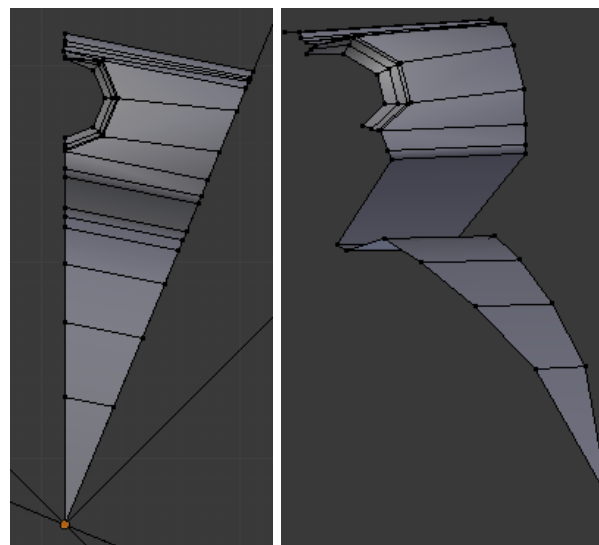

Figura 5.159
17. Reconstrua a malha do anel exterior em torno do octógono e elimine os vértices da malha base deixando apenas 1/16 da malha, como se mostra na figura 5.159.